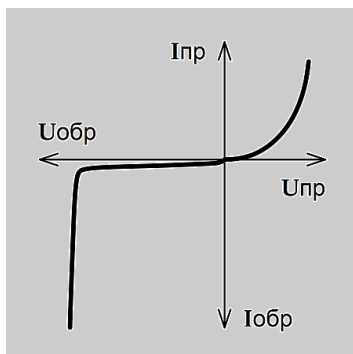

Рисунок 39. ВАХ стабилитрона.
- ВАХ полупроводникового элемента (стабилитрона) (Рисунок 39).